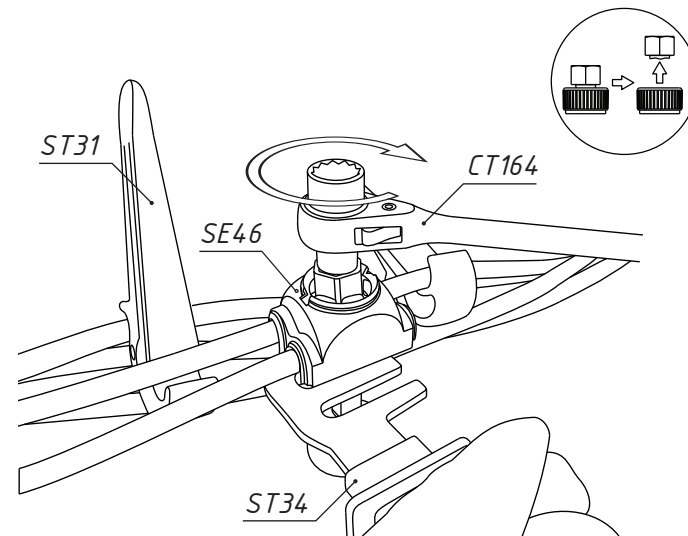

Рис. 11
- Для SE46 установить прокалывающий зажим с ОПН одновременно на жилу провода магистрали рядом с восстановленным участком изоляции и жилу провода ответвления. Затянуть болт прокалывающего зажима ОПН ключом СТ164 с применением держателя зажимов ST34 до срыва срывной головки SE46 (Рис. 11). Закрыть крышку прокалывающего зажима.